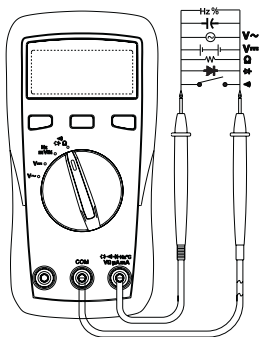

Fig. 2
1. Brancher le câble de mesure rouge au connecteur de mesure $VmA\mu A\Omega$ et le câble de mesure noir au connecteur de mesure COM. Se reporter à la Fig. 2
3. Brancher les deux pointes de touche à l'objet à mesurer. Lorsque la tension d'entrée (CC) est négative, un Moins s'affiche devant la valeur de mesure.
1. Branchez la fiche du câble de mesure noir dans le connecteur de mesure « COM » et la fiche du câble de mesure rouge au connecteur de mesure rouge « V/Ω ». Se reporter à la Fig. 2
2. Appliquer les pointes de touche à l'objet de la mesure Fig. 2.